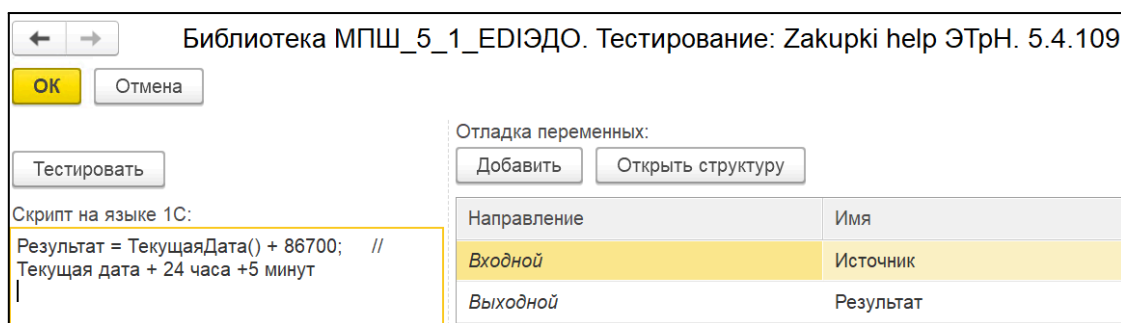

Рис. 46. Пример скрипта для поля
4. В поле «Скрипт на языке 1С» введите код (рис. 46). Пример скрипта: